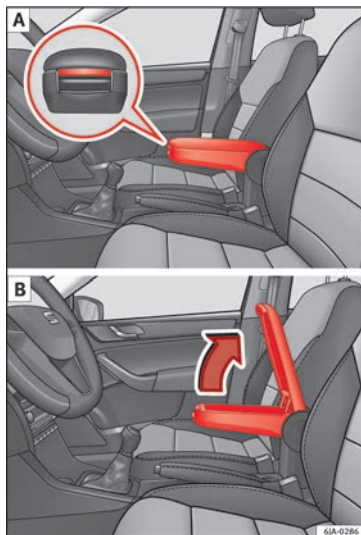

Fig. 146 Apoio de braços/abrir e fechar o porta-objetos.
- Pressione o botão que se encontra na parte dianteira do apoio de braços »» **Fig. 146** - [A].
- Levante a tampa do compartimento para objetos »» **Fig. 146** - [B].